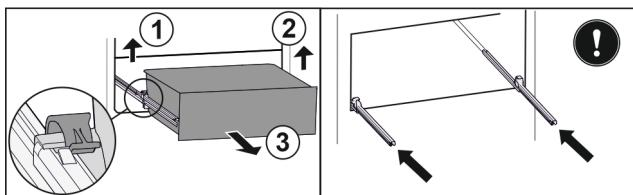

Fig. 154
- Linke Klemme anheben und gleichzeitig Schubfach links nach vorne ziehen. Fig. 154 (1)
- Rechte Klemme anheben und gleichzeitig Schubfach rechts nach vorne ziehen. Fig. 154 (2)
- Schubfach nach vorne entnehmen. Fig. 154 (3)